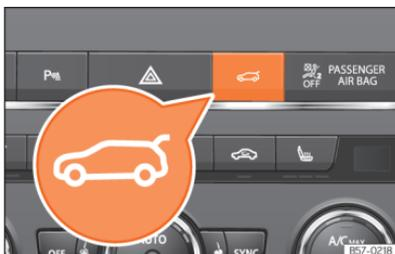

Fig. 61 Consola central: botão para abrir e fechar a porta da bagageira.
- **OU:** pressione durante, pelo menos, um segundo o botão situado na consola central **>>> Fig. 61.** o botão também funciona com a ignição desligada.
- **OU:** pressione o botão situado na consola central até a porta da bagageira estar fechada **>>> Fig. 61.**